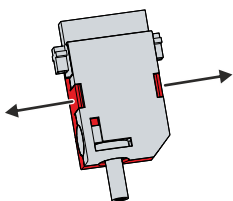

Abb. 14: CP69xx_Demontage Zulentlastungsgehäuse
1. Biegen Sie mit den Fingern die Rastnasen am Unterteil leicht nach außen (siehe Abb. 14).